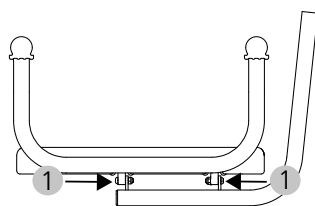

fig. 3
2. Per montare lo schienale avvitare i tubolari dello schienale agli alloggiamenti posti sul lato inferiore del prodotto (fig. 3, 1). Utilizzare a tale scopo il kit di viti allegato.